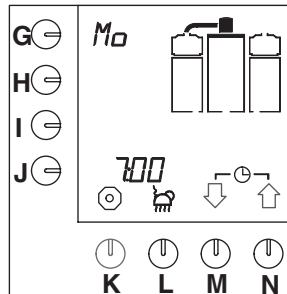

Abb. 11 Beispiel für den aktuellen Tag und Zeit
- Jetzt erscheinen ganz kurz das aktuelle Datum und die aktuelle Zeit im Display (Abb.11).
- Jetzt erscheinen der aktuelle Tag und die aktuelle Zeit im Display (Abb.11).